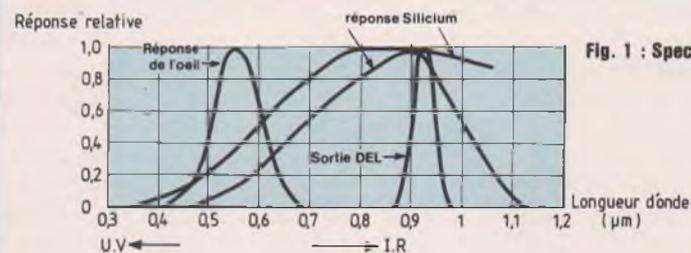

Fig. 1 : Spectre en longueur d'onde.
res. Les longueurs d'ondes situées en dessous de la bande visible s'appellent les ultra-violet ou UV, alors que les longueurs d'ondes situées au-dessus sont appelées infra-rouge ou IR. La figure 1 présente l'ensemble des longueurs d'ondes présentes ainsi que la réponse de certains capteurs comme l'œil ou les photodiodes. On peut voir, par exemple dans ce graphique, que l'œil est sensible aux longueurs d'ondes situées entre 400 et 700 nm alors qu'une photodiode silicium présente un maximum de sensibilité pour une longueur d'onde voisine de 800 nm. Les techniques retenues pour transmettre des informations à l'aide de la lumière sont similaires à celles utilisées avec les ondes radio. De la même façon, différents types de modulations peuvent être mis en œuvre : modulation d'amplitude (AM), modulation de fréquence (FM), ou modulation numérique (PCM). La modulation numérique est la plus simple à réaliser. Elle consiste à envoyer une lumière modulée par un signal à 40 kHz pour représenter un «1» logique et une extinction complète pour représenter un «0». Le choix de la fréquence de 40 kHz permet au récepteur de différencier les rayons IR présents dans l'atmosphère (source de bruit) et les rayons IR supports de l'information. Les différentes sources de bruit sont bien sûr les lampes néon qui émettent des éclairs à 100 Hz, mais aussi les écrans de télévision, ou dans notre application le moniteur vidéo, qui rayonnent aux alentours de 15 kHz. Toutes les sources de lumière ne peuvent pas être modulées à une